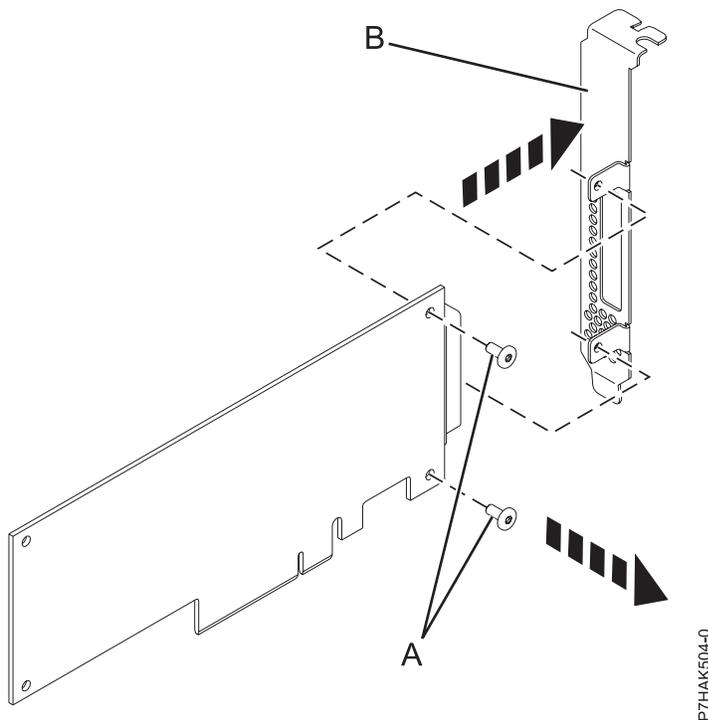

Figure 12. Retrait de la contre-poupée grand format d'une nouvelle carte PCI
7. A l'aide d'un tournevis cruciforme, dévissez les deux vis de fixation (A) qui maintiennent la contre-poupée (B) sur la nouvelle carte PCI, comme illustré (figure 12).